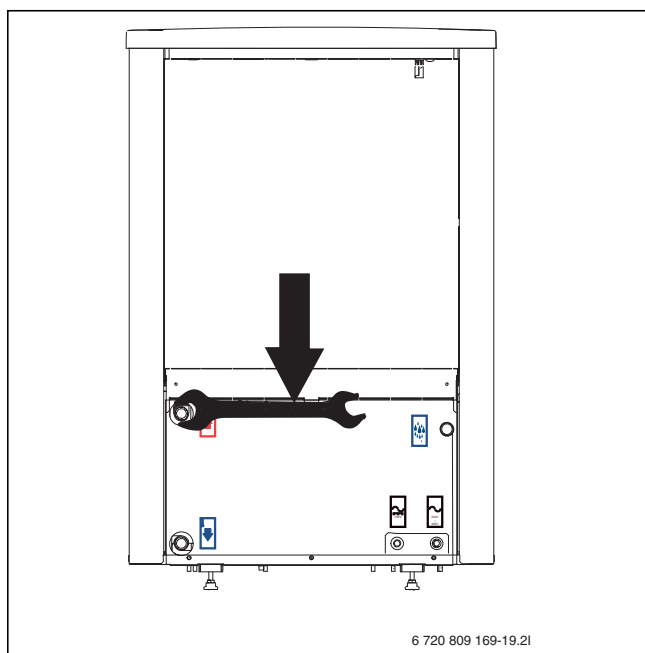

Рис. 15 Затяжка подключений теплового насоса.
- ▶ Затягивайте соединения труб теплоносителя с моментом 120 Нм. Направляйте усилие вниз (см. рис. 15), чтобы не создавать боковую нагрузку на конденсатор.